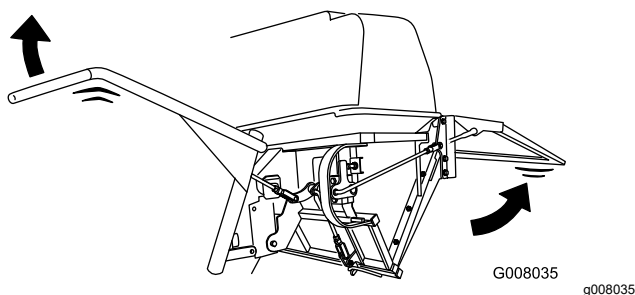

Figura 32
3. Presione la palanca hacia abajo para cerrar la puerta (Figura 32).